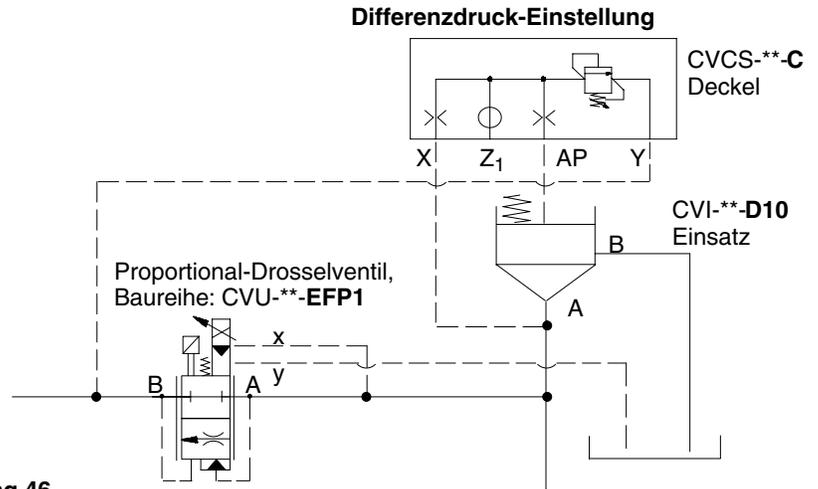

Abbildung 46
**Abbildung 46.** Der Druckabfall durch das Proportional-Drosselventil kann durch die Einstellung des Steuerdruckbegrenzungsventils im Deckel der Baureihe CVCS-\*\*-C (siehe Seite 46) geregelt werden. Normalerweise ist der Volumenstrom durch das Proportional-Drosselventil geringer als der Volumenstrom durch die Pumpe und der überschüssige Volumenstrom wird durch den Einsatz (Durchfluß von A nach B) zum Tank geleitet.